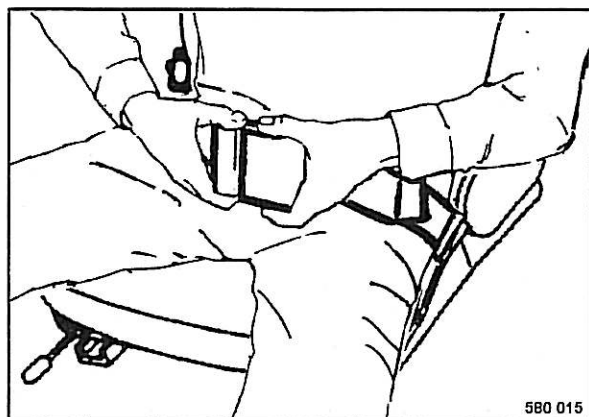

Fig. 39
- Poner el cinturón de seguridad (Fig. 39).